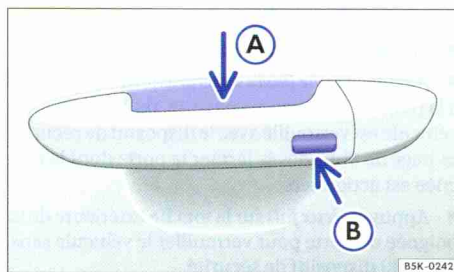

Fig. 21 Système sans clé de fermeture et de démarrage KESSY : touche extérieure dans la poignée de porte avant.
- Saisissez la poignée de porte du conducteur ou du passager avant ⇒ page 49, fig. 21 (flèche A).
- Actionnez *une fois* la touche extérieure intégrée à la poignée de porte (⇒ page 49, fig. 21 flèche). Le véhicule est verrouillé avec le dispositif de sécurité ⇒ page 51. Vous devez fermer la porte dont la poignée est actionnée.